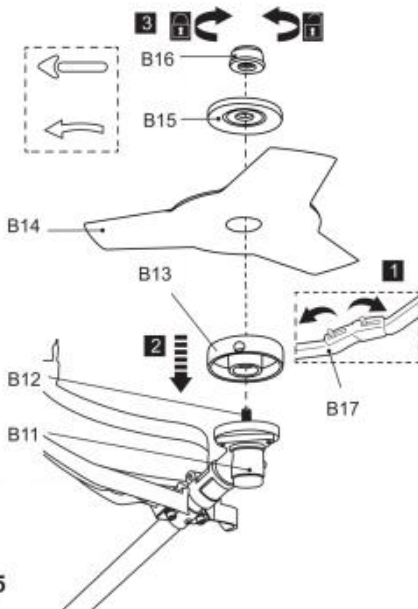

Fig. 5
7) Ziehen Sie die Mutter (B16) fest, um das Schneidmesser gegen den Uhrzeigersinn zu sichern, während Sie die Spindel (B12) mit dem Innensechskantschlüssel (E5) arretieren. Entfernen Sie anschließend den Innensechskantschlüssel (Abb. 5).